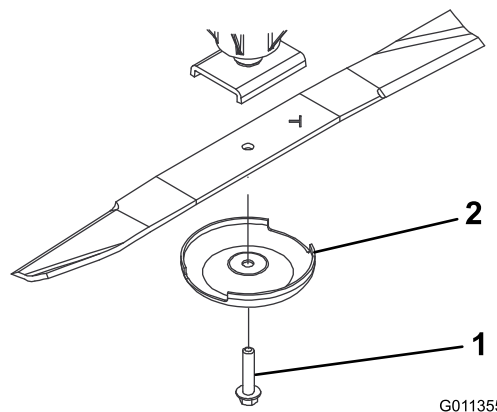

Figura 75
3. Retire o parafuso da lâmina, o recipiente antidanos e lâmina do eixo (Figura 75).